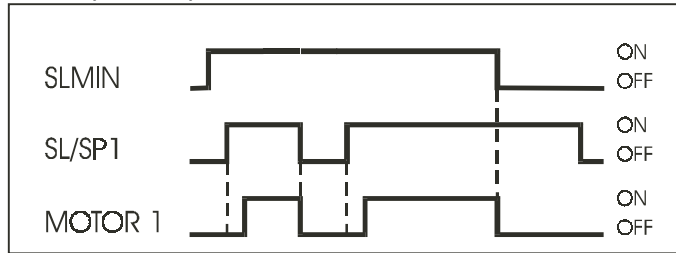

Рисунок 1
- Поплавок SL1 управляет двигателем 1, пуском и остановкой (двигатель 1 запущен с задержкой приблизительно 0.5 с, и остановкой немедленно, см. рис. 1).